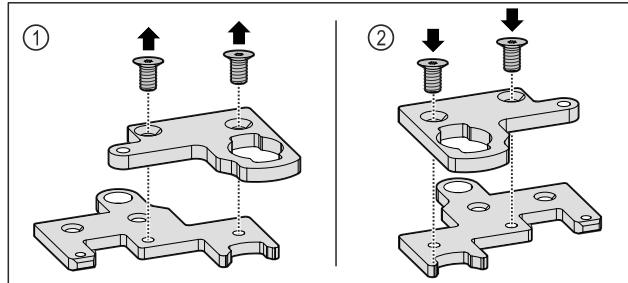

Fig. 35
- Разъедините обе части двухсекционного шарнирного уголка. Fig. 35 (1)
► Снова соедините обе части двухсекционного шарнирного уголка, повернув его на 180°. Fig. 35 (2)